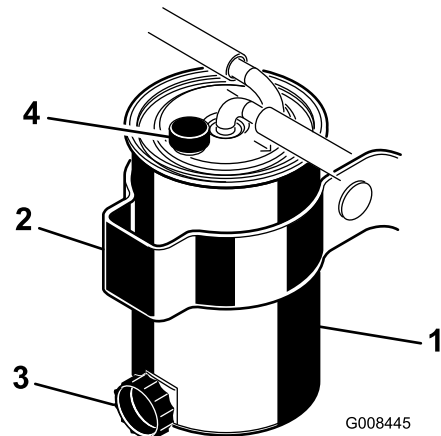

図 47
2. フィルタ容器（図 47）の周辺をウェスできれいにぬぐう。
4. フィルタのドレン・プラグとブリーザ・バルブを開く（図 47）。